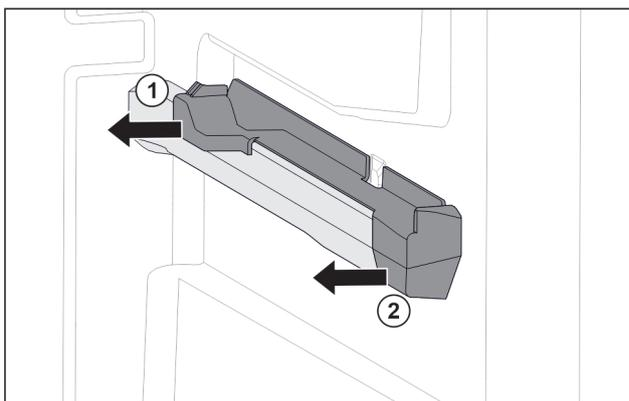

Fig. 124 Elemento inseribile sulla nervatura destra del contenitore
- ▶ Estrarre l'elemento inseribile dal lato posteriore di lato. Fig. 124 (1)
- ▶ Estrarre l'elemento inseribile dal lato anteriore di lato. Fig. 124 (2)